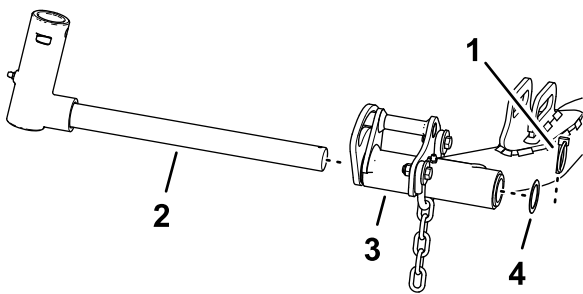

Bild 17
1. Entfernen Sie den Klappstecker und die Unterlegscheibe, mit denen der Schwenkbügel am Hubarm befestigt ist und schieben Sie die Welle aus dem Hubarm (Bild 17).